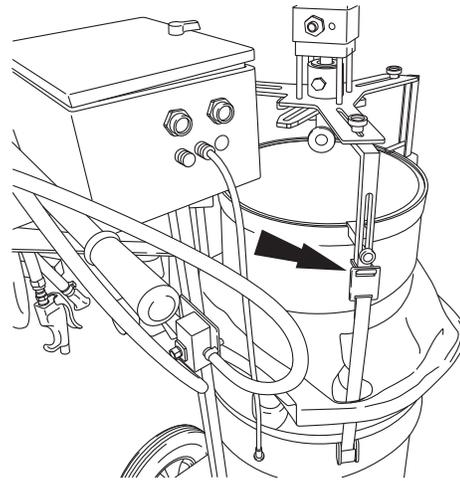

Figure 9
1. Faites glisser les trois sangles de la machine de nettoyage pour DPF à travers les fentes de la jupe antipoussière et fixez les sangles au support. La tension des trois sangles doit être identique. Voir Figure 9.